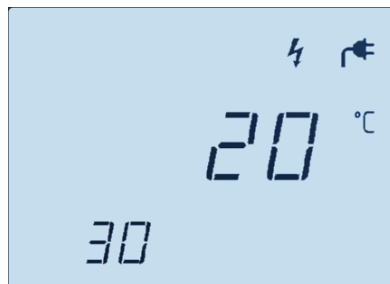

Рисунок 15. Цифровой индикатор Устройства, отображающий температуру и влажность
ВЛАЖНОСТЬ: Если к Устройству подключены парогенератор и датчик влажности, то нажатие кнопки ВЛАЖНОСТЬ (8) включит парогенератор и отобразит символ ⚡ в верхней строке цифрового индикатора, а в нижней строке будет мигать текущее значение влажности (в %, рис. 15). Нажатиями кнопок « - » и « + » задать желаемое значение влажности в помещении сауны (по умолчанию 30 %).